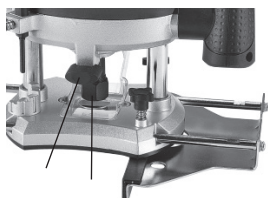

рис.2
3.2.2 Снятие и установка фрез (рис.2)
Нажмите на фиксатор шпинделя (рис.2 поз.7) и проворачивайте гайку цангового патрона (рис.2 поз.6), пока она не дойдет до фиксатора. Во время выполнения этой операции держите фиксатор шпинделя нажатым. Отпустите гайку цангового патрона с помощью ключа. Установите шпиндель фрезы в цанговый патрон. Затяните гайку цангового патрона так, чтобы фреза была зажата в нужном положении. Когда Вам надо будет снять фрезу, отпустите гайку цангового патрона.